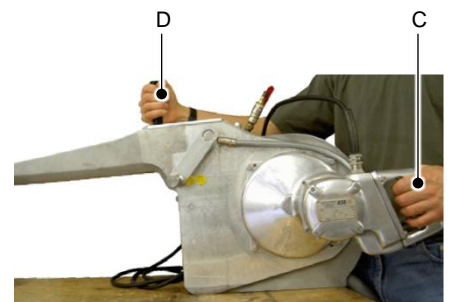

Abb. 6.2 – Bandsäge Einschalten (Einhändig)
**EFA SB 287 E und EFA SB 289 E, EC** – s. Abb. 6.2 –